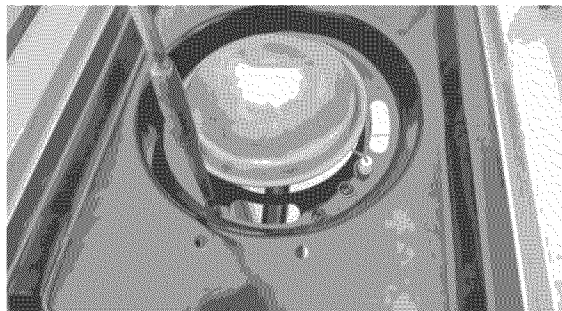

Fig. 11a
1. Desenrosque y quite los dos tornillos frontales que sostienen el quemador lateral en su lugar como se indica en la **Fig. 11a**.